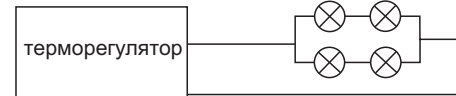

Рисунок 2. Нагрузка в виде двух групп двух последовательно соединенных ламп накаливания.
**2 СПОСОБ** заключается в использовании двух ТЭНов вместо ламп в качестве нагревательного элемента, которые соединены по схеме, представленной на рис. 2. Использовать можно и один ТЭН, однако при перегорании ТЭНа есть вероятность порчи яиц инкубатора, так как температура больше ничем не будет поддерживаться. Использование двух ТЭНов, соединенных параллельно, увеличивает надежность инкубатора в целом и повышает вероятность получения запланированного выводака.